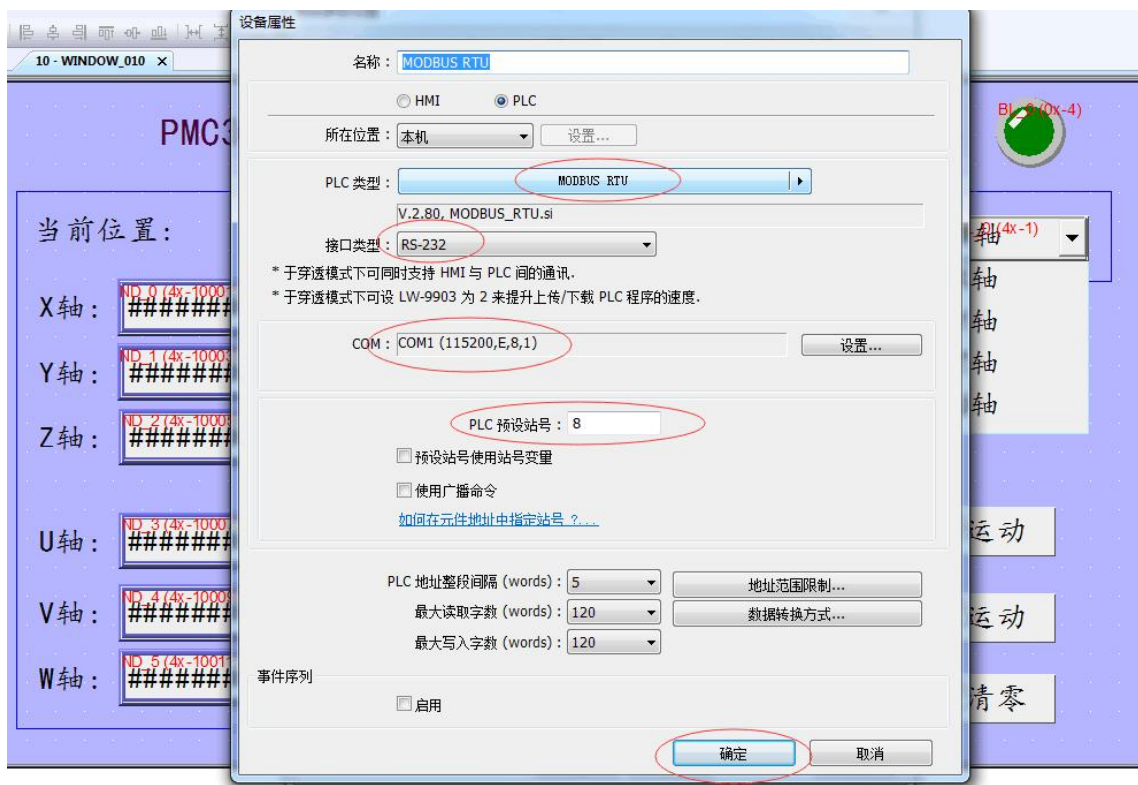

图4.50 触摸屏通讯参数设置
6) 设置触摸屏通讯参数，以TK6070IH为例，在触摸屏编程软件里菜单栏点击“编辑”-“系统参数设置”，设置控制器类型为MODBUS RTU，通讯接口类型RS-232，相关参数为波特率115200、数据位8、停止位1、校验位偶校验，控制器预设站号为8（与控制器Modbus从站站号一致），其他的默认即可，如图4.50所示。